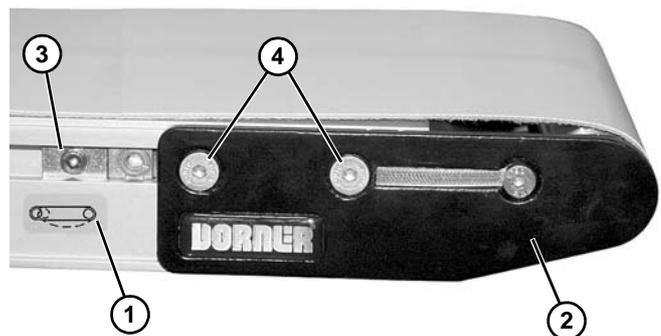

Figure 6
2. Sur l'extrémité où se trouve le tendeur de bande, identifié par , (Figure 6, élément 1) assembler en poussant la plaque de tête (Figure 6, élément 2) :
- a. Sur les deux côtés du convoyeur, desserrer et éloigner des plaques de tête les rives de guidage (Figure 6, élément 3) (si elles sont fournies).
- b. Desserrer les vis de fixation (Figure 6, élément 4) et pousser la plaque de tête vers l'intérieur.